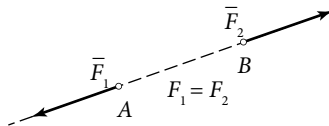

Рис. 17
**Вторая аксиома — аксиома «Условие равновесия двух сил».** *Две равные по величине силы, приложенные к абсолютно твердому телу и направленные по одной прямой в противоположные стороны, взаимно уравновешиваются (рис. 17).*